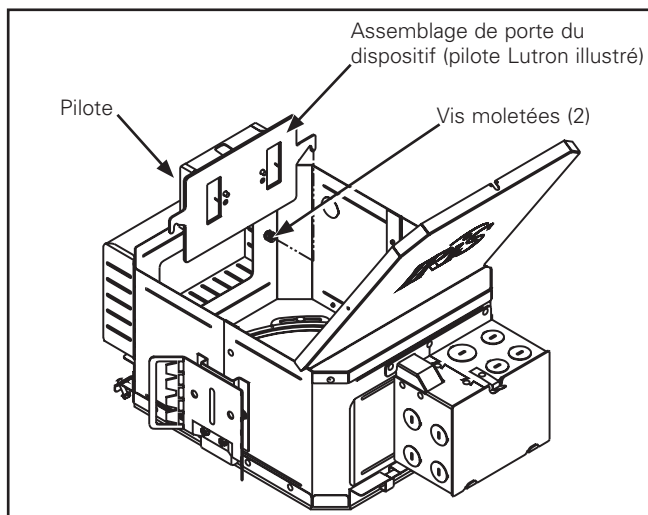

Figure 25.
2. Desserrez les deux vis à ailettes qui fixent l'ensemble de porte de pilote à la paroi du boîtier (Figure 25.). Les vis moletées sont confinées, mais ne les serrez pas trop.